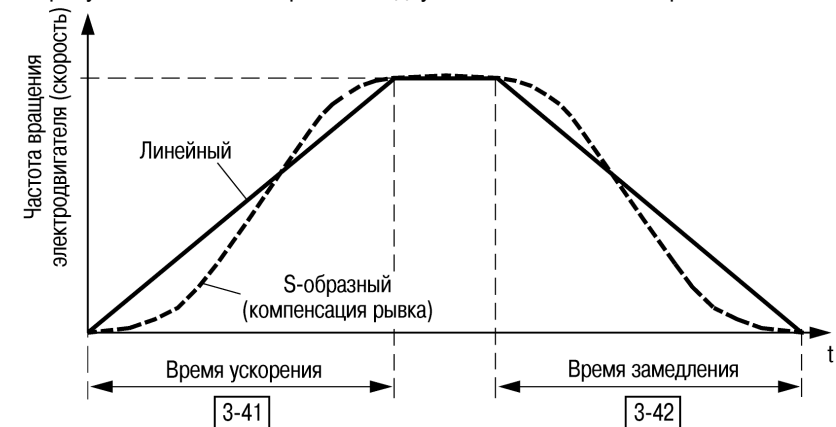

Рисунок 2.6
- «0» – линейное изменение скорости (по умолчанию); постоянное ускорение/замедление (см. рисунок 2.6);
- «2» – S-образное изменение скорости: плавная компенсация рывков при ускорении/замедлении (см. рисунок 2.6);